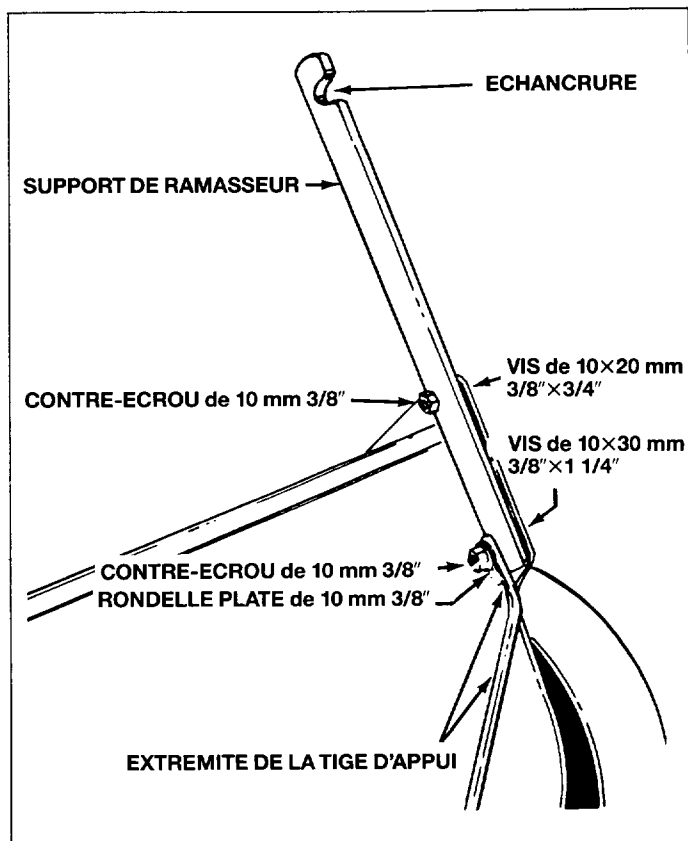

Fig. 8
- Montez les deux supports du balai ramasseur et de l'extrémité supérieure de la tige d'appui. Voir la figure 8. Placez le trou supérieur du support contre le balai ramasseur et insérez-y deux vis à tête hexagonale de 10x20 mm (3/8" x 3/4") et des contre-écrous de 10 mm (3/8"). Le support doit être installé sur le côté intérieur du balai ramasseur, avec l'échancrure tournée vers le haut. Voir la figure 8. Installez la tige d'appui sous la tige de traction, et la grande rondelle dans le trou arrière du support de traction. Montez ensuite l'autre extrémité de la tige d'appui dans le trou inférieur du support et du balai ramasseur à l'aide de deux vis de 10x30 mm (3/8" x 1 1/4"), deux rondelles plates de 10 mm et deux contre-écrous de 10 mm (3/8").